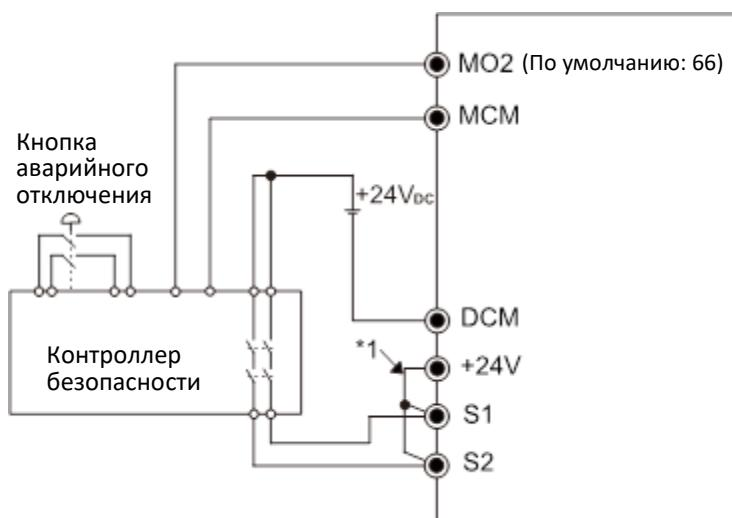

Рисунок 3
2. Выполните подключение согласно рис. 3 ниже. В нормальном состоянии контакты выключателя ESTOP замкнуты (H3), соответственно привод может работать без ошибок.